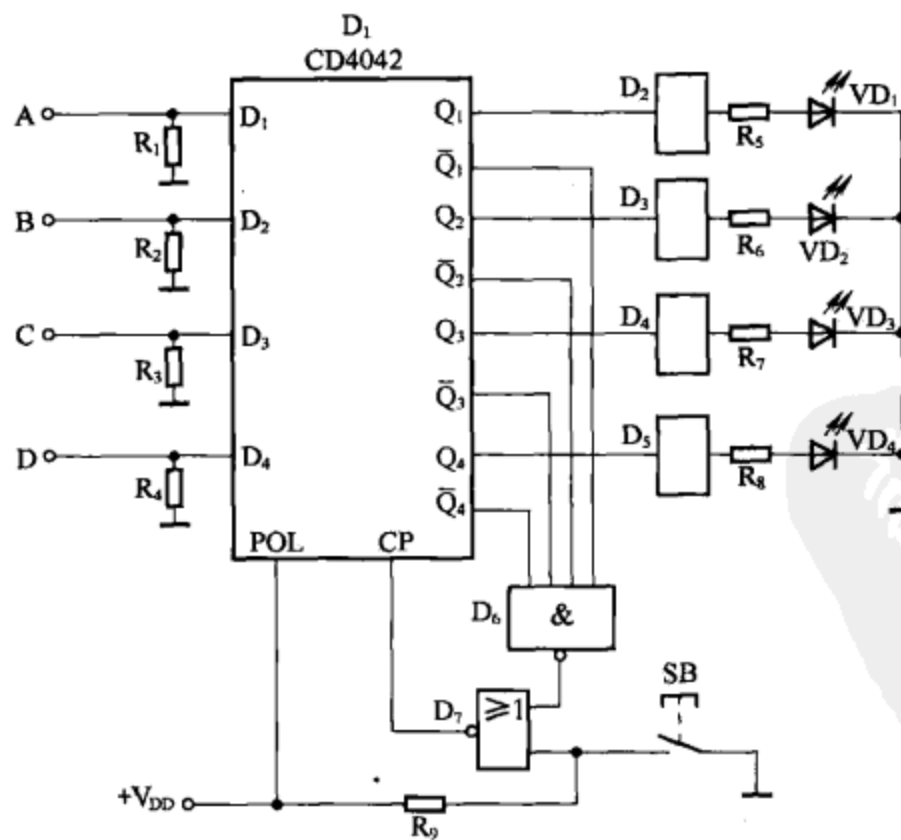

图 8-29
(3) 图 8-29 所示为 D 型触发器构成的第一信号鉴别电路。时钟控制锁存 D 型触发器 CD4042 的极性选择端 (POL) 固定为 “1”，时钟脉冲 $CP=1$ 时数据传输， $CP=0$ 时数据锁存。4 个输